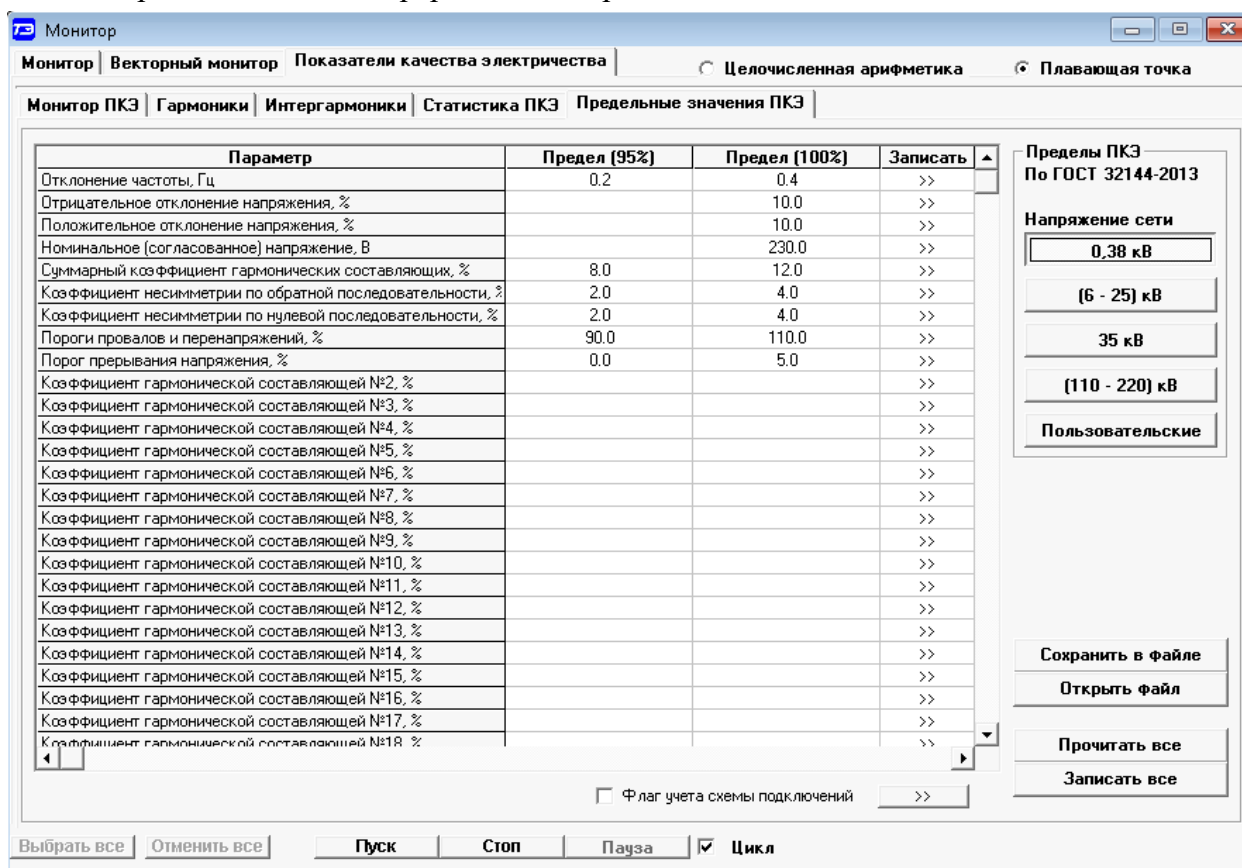

Рисунок 34 - Вкладка «Пределы значения ПКЭ»
4.19.1.3 Для чтения установленных в счетчике предельных значений ПКЭ нажать кнопку «Прочитать все» на поле формы (рисунок 34). Прочитанные параметры отображаются в столбцах «Предел (95 %» и «Предел (100 %)», а в левом столбце перечислены названия параметров.
4.19.1.6 Для подключения к сетям 0,38 кВ, (6 - 25) кВ, 35 кВ, (110 - 220) кВ, нажать соответствующую кнопку на поле вкладки (рисунок 34). При этом конфигуратор загрузит в окна вкладки массив предельных значений ПКЭ по ГОСТ 32144-2013 для сети выбранного уровня напряжения. Для записи всего массива предельных значений нажать кнопку «Записать все», расположенную на поле вкладки.
4.19.1.8 Для создания массива пользовательских параметров нажать кнопку «Пользовательские» на поле вкладки (рисунок 34) и в каждое окно вписать требуемое предельное значение параметра. Введенные пользовательские значения параметров могут сохраняться в файле на диске и загружаться в окна вкладки с сохраненного файла.